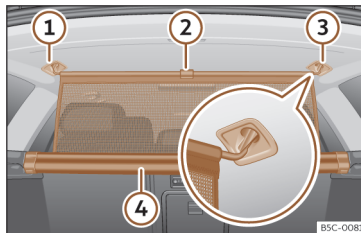

Fig. 134 En el maletero: enganchar la red de separación.
- Tire hacia arriba de la lengüeta >>> fig. 134 ② para sacar la red de la carcasa ④.
- Enganche la red de separación en el lado derecho o izquierdo ③ (imagen ampliada).
- Enganche la red de separación en el alojamiento del otro lado ① estirando la barra.